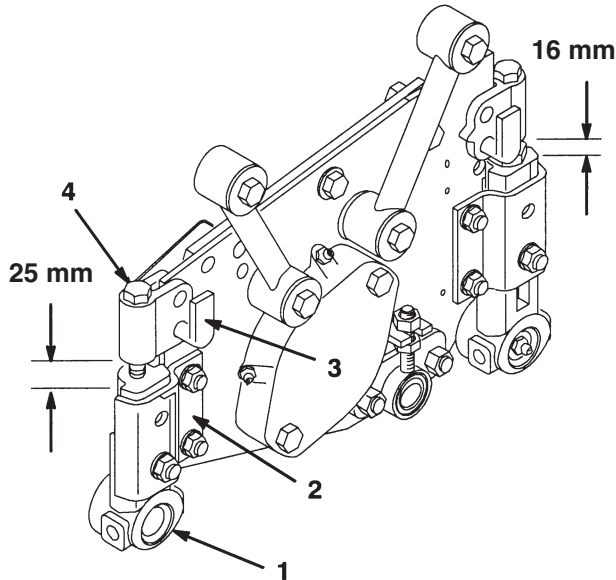

Figure 6
2. Serrez plus ou moins la vis d'appui de manière à obtenir un écart de $25 \text{ mm} \pm 1,5 \text{ mm}$ entre le support de hauteur de coupe et le support du rouleau avant (2 positions) (Fig. 6).
3. Serrez plus ou moins la vis d'appui de manière à obtenir un écart de $16 \text{ mm} \pm 1,5 \text{ mm}$ entre le support de hauteur de coupe et le support du rouleau arrière (2 positions) (Fig. 6).